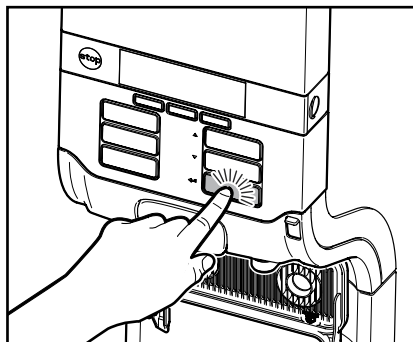

Рис. 46
4. Нажмите кнопку ввода ←, чтобы подтвердить вложение чистящей таблетки (Рис. 46).